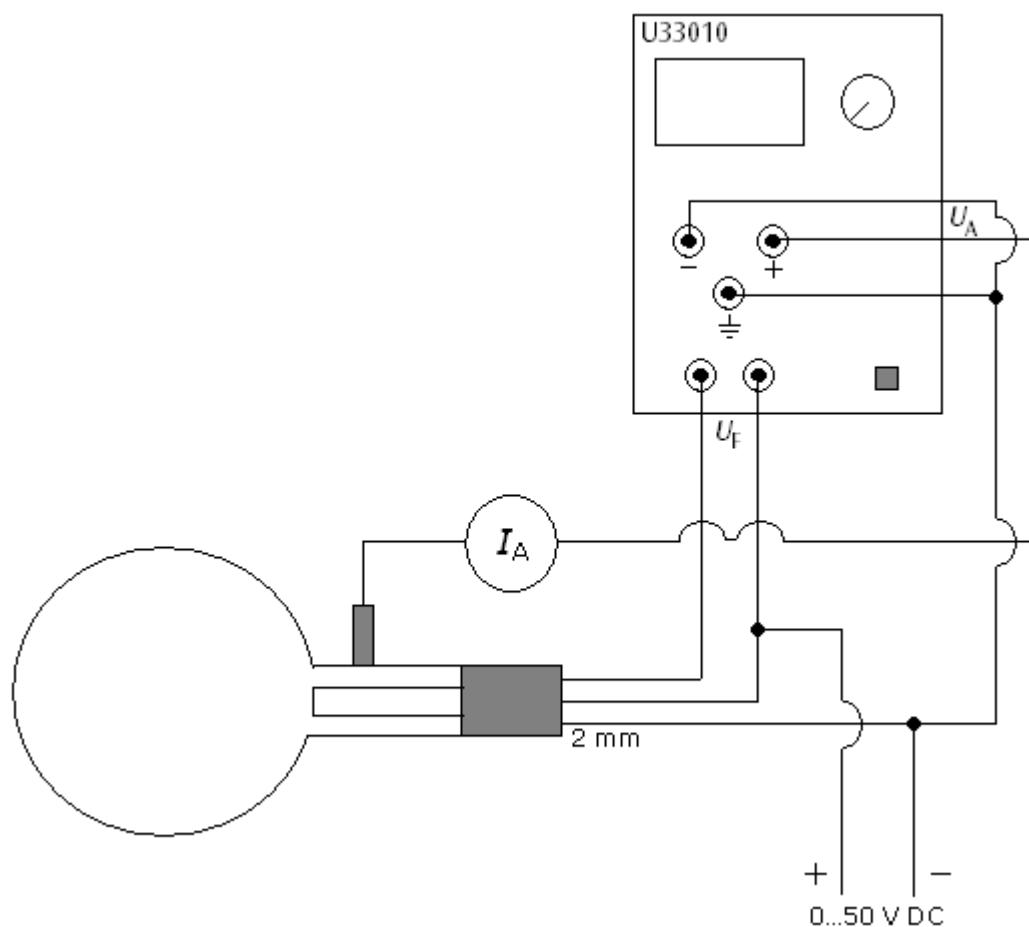

Fig. 2 Beschaltung der Elektronenbeugungsröhre, 0 - 50 V DC Fokusspannung (optional)
Die Fokussierung des Elektronenstrahls lässt sich durch Anlegen einer Fokusspannung von 0 – 50 V DC (Schaltung siehe Fig. 2) zur besseren Beobachtung der Beugungsringe bei niedrigeren Anodenspannungen schärfer stellen.
- Versuchsaufbau gemäß Fig. 2 herstellen. Negativen Pol der Anodenspannung über die 2-mm-Buchse schalten.